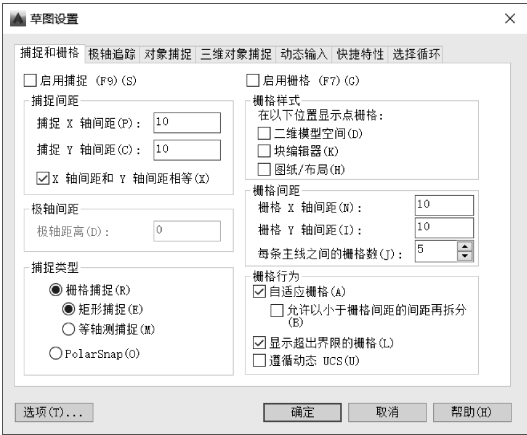

图 3-8 “草图设置”对话框
2) 单击“捕捉和栅格”选项卡，如图 3-8 所示，对话框中各选项的功能如下。